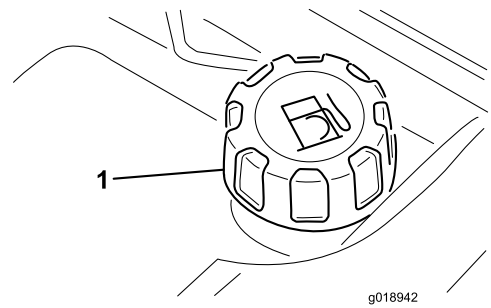

Figura 28
1. Inclíne el asiento hacia adelante y sujételo con la varilla para que no pueda caerse accidentalmente. Limpie la zona alrededor del tapón del depósito de combustible con un paño limpio (Figura 28).